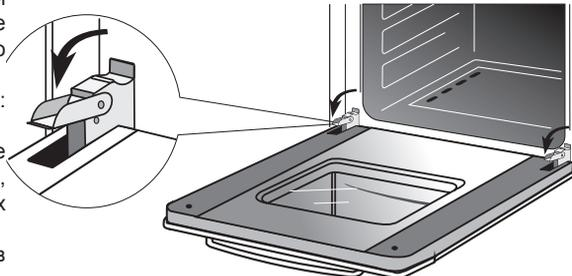

Рис. 19
- поднимите и поверните до упора рычаги, расположенные на двух шарнирах (рис. 19),